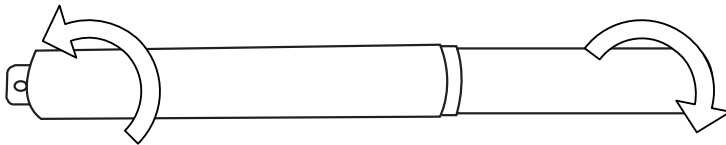
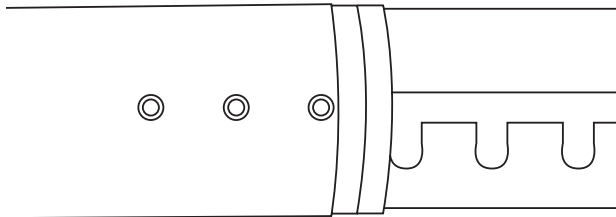

Abb. 1
Abb. 2
1. Halten Sie die Röhre mit beiden Händen und drehen Sie die Enden in entgegengesetzter Richtung (Abb. 1) bis der Pin in der Nut liegt (Abb. 2).